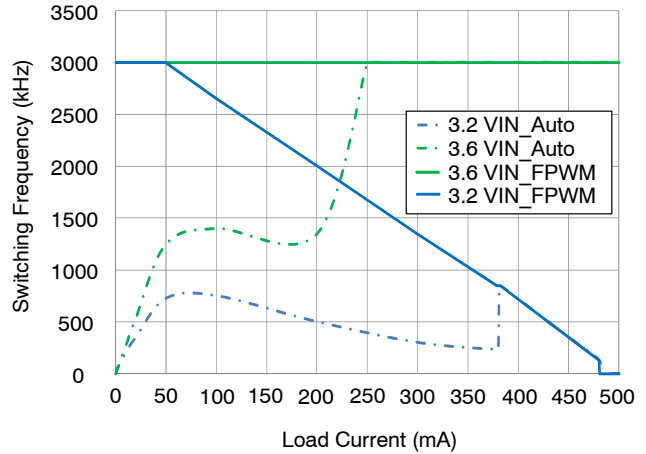

图 8. 降低开关频率的  $t_{OFF(MIN)}$  效应
5. 受限于  $t_{OFF}$  最小值 (参见图 图8的典型操作性能)。